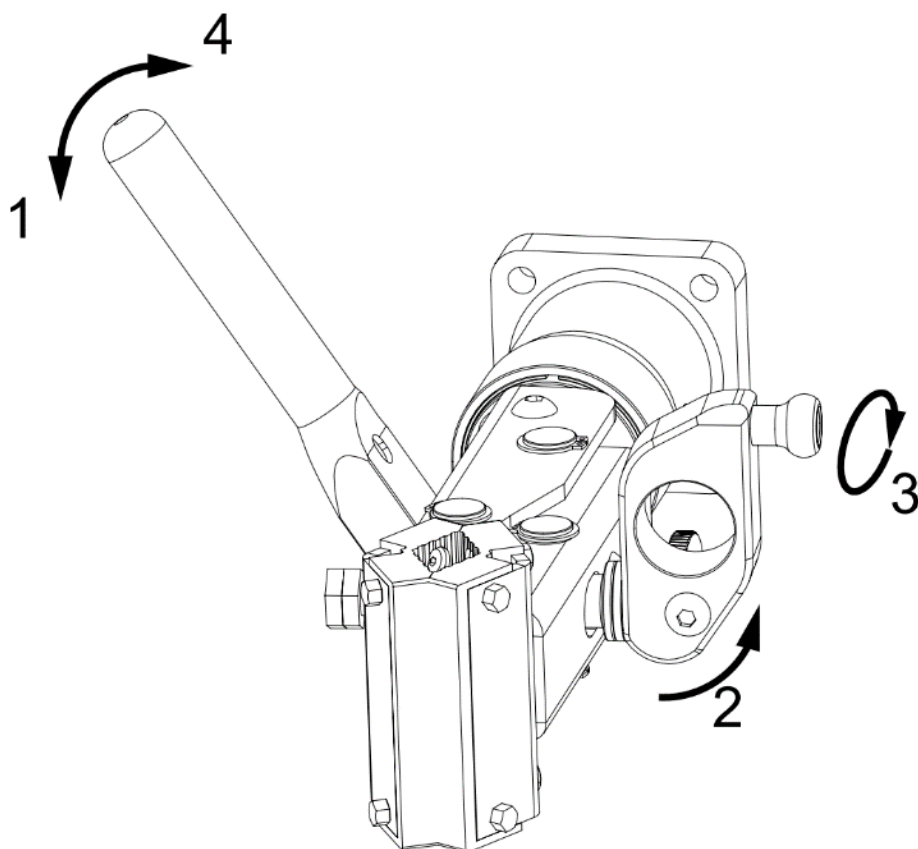

Figura 11: Operação de pinça
- ◆ Solte a alavanca de rotação (**figura 11**, número 1) para que a braçadeira possa ajustar a sua posição ao ângulo do tubo do selim/quadro da bicicleta.
- ◆ Feche a braçadeira virando a pega 180° (2) e aperte a abraçadeira rodando a alçada no sentido dos ponteiros do relógio (3).
- ◆ Fecha a alavanca de rotação (4). Deve ser apertado o suficiente para não deixar a bicicleta rodar com o seu próprio peso, mas leve o suficiente para que a possas abrir e fechar facilmente com uma mão. Apertar em excesso pode causar danos no mecanismo.